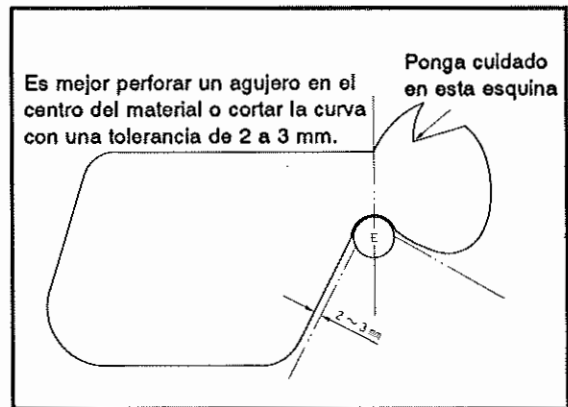
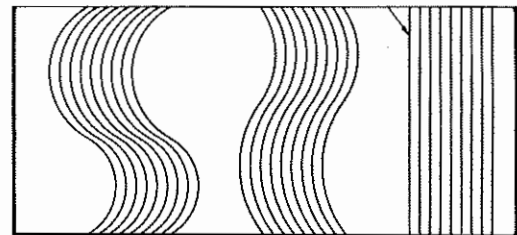

Fig. 7
Fig. 8
- ③ Para cortar una curva relativamente pronunciada, corte parcialmente el material fuera de la línea demarcadora una vez, luego corte el material a lo largo de la línea demarcadora real con precisión. (Fig. 7)
- ④ Para cortar la curva más pronunciada o la esquina interior del material, perfore de antemano un agujero redondo en la esquina con precisión. En el caso de la esquina interior, use un par de tijeras de hoja delgada y tijeras de hoja vaciada para facilitar la operación. (Fig. 7)
- ⑤ Cerciórese de sujetar el material en su mano izquierda con guante. La pieza cortada del material es fácil que se tuerza formando rizo. Es posible que la agarre la suela de un zapato, cosa que es muy peligrosa. Por lo tanto, cerciórese de recoger cualquier pieza de recorte del material inmediatamente y colocarla en una caja de basura previamente preparada para ello.
- ⑥ Trace líneas demarcadoras en la lámina de acero inoxidable que va a maquinarse como se ilustra en la Fig. 8. Primeramente, trace de ocho a diez líneas rectas en la lámina a intervalos de 2 a 3 mm. Seguidamente, trace de ocho a diez líneas curvas suaves en forma de S en la misma. A continuación, trace de ocho a diez curvas en S relativamente de curva pronunciada en la misma.